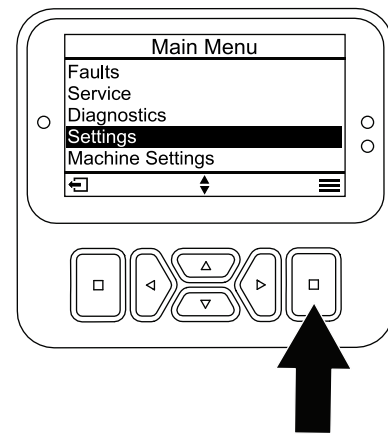

Bild 27
1. Blättern Sie vom HAUPTMENÜ zum Menü EINSTELLUNGEN und drücken Sie die Auswahl taste (Bild 27).